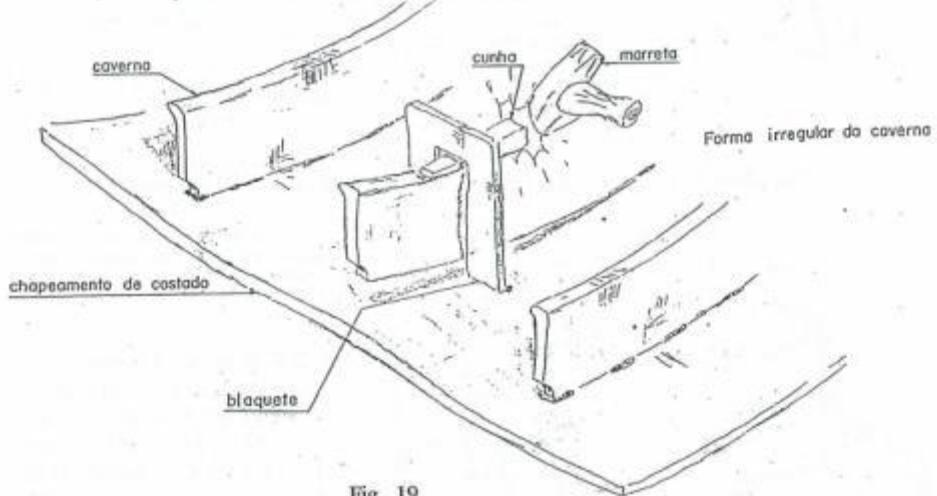

Fig. 19
- g) Imperfeição nas formas de chapas e perfis ____ Fig 19